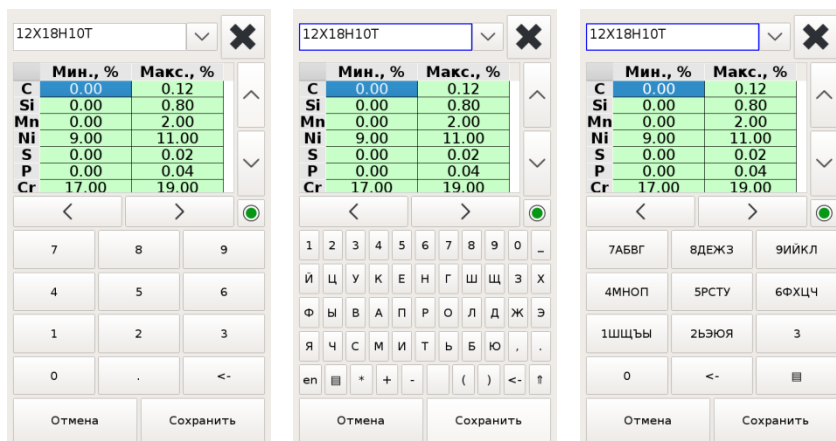

Рисунок 25 Редактирование материала выбранного марочника
4.7.6. Редактирование концентрации элемента выбранной марки (Рисунок 25):